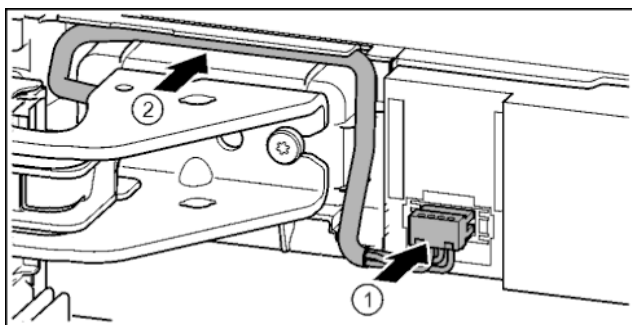

Fig. 38
- ▶ Zaklapněte zástrčku nad horním stojanem ložiska a kabelové prameny opatrně vložte do kanálu. Fig. 38 (1)
- ▶ Šedý kabel opatrně položte ve vedení nad horním stojanem ložiska. Fig. 38 (2)